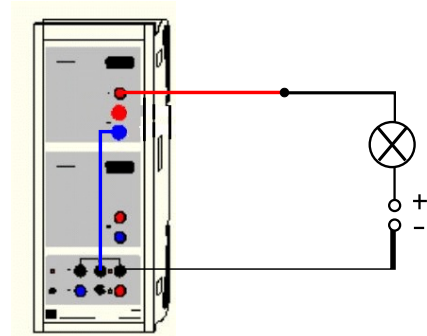

Abb. 2
- 6.1 Bauen Sie die Schaltung nach Abb. 2 auf.